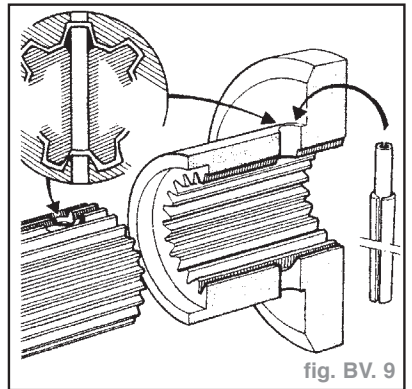

fig. BV. 9
- Pivoter le porte-fusée en engageant la transmission dans le planétaire à l'aide de la broche coudée **B.Vi. 31-01** pour aligner les trous (fig. BV. 9).